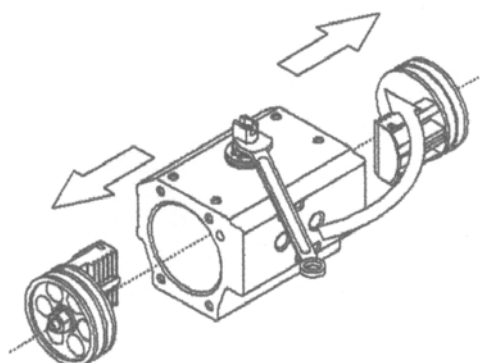

Fig 1
- Démontez les deux couvercles en enlevant les vis suivant une croix et pour les modèles ASR extraire les cartouches ressorts (19) composées de 5 pièces.
- Tourner la partie supérieure du piston pour désassembler les deux pistons de l'engrenage. Fig 1
- Enlever l'indicateur de position (20) de la partie supérieure du pignon en desserrant la vis pression (913) masquée par une des deux cames (21) ainsi que le circlips (471) et les rondelles (5, 8).
- Extraire le pignon (3) du corps et enlever les paliers supérieur (10) et inférieur (26), la butée (12), les joints toriques (110, 111) et la bague inférieure de centrage (23).
- Sur chacun des pistons enlever, le joint torique (109) et la bague (25).